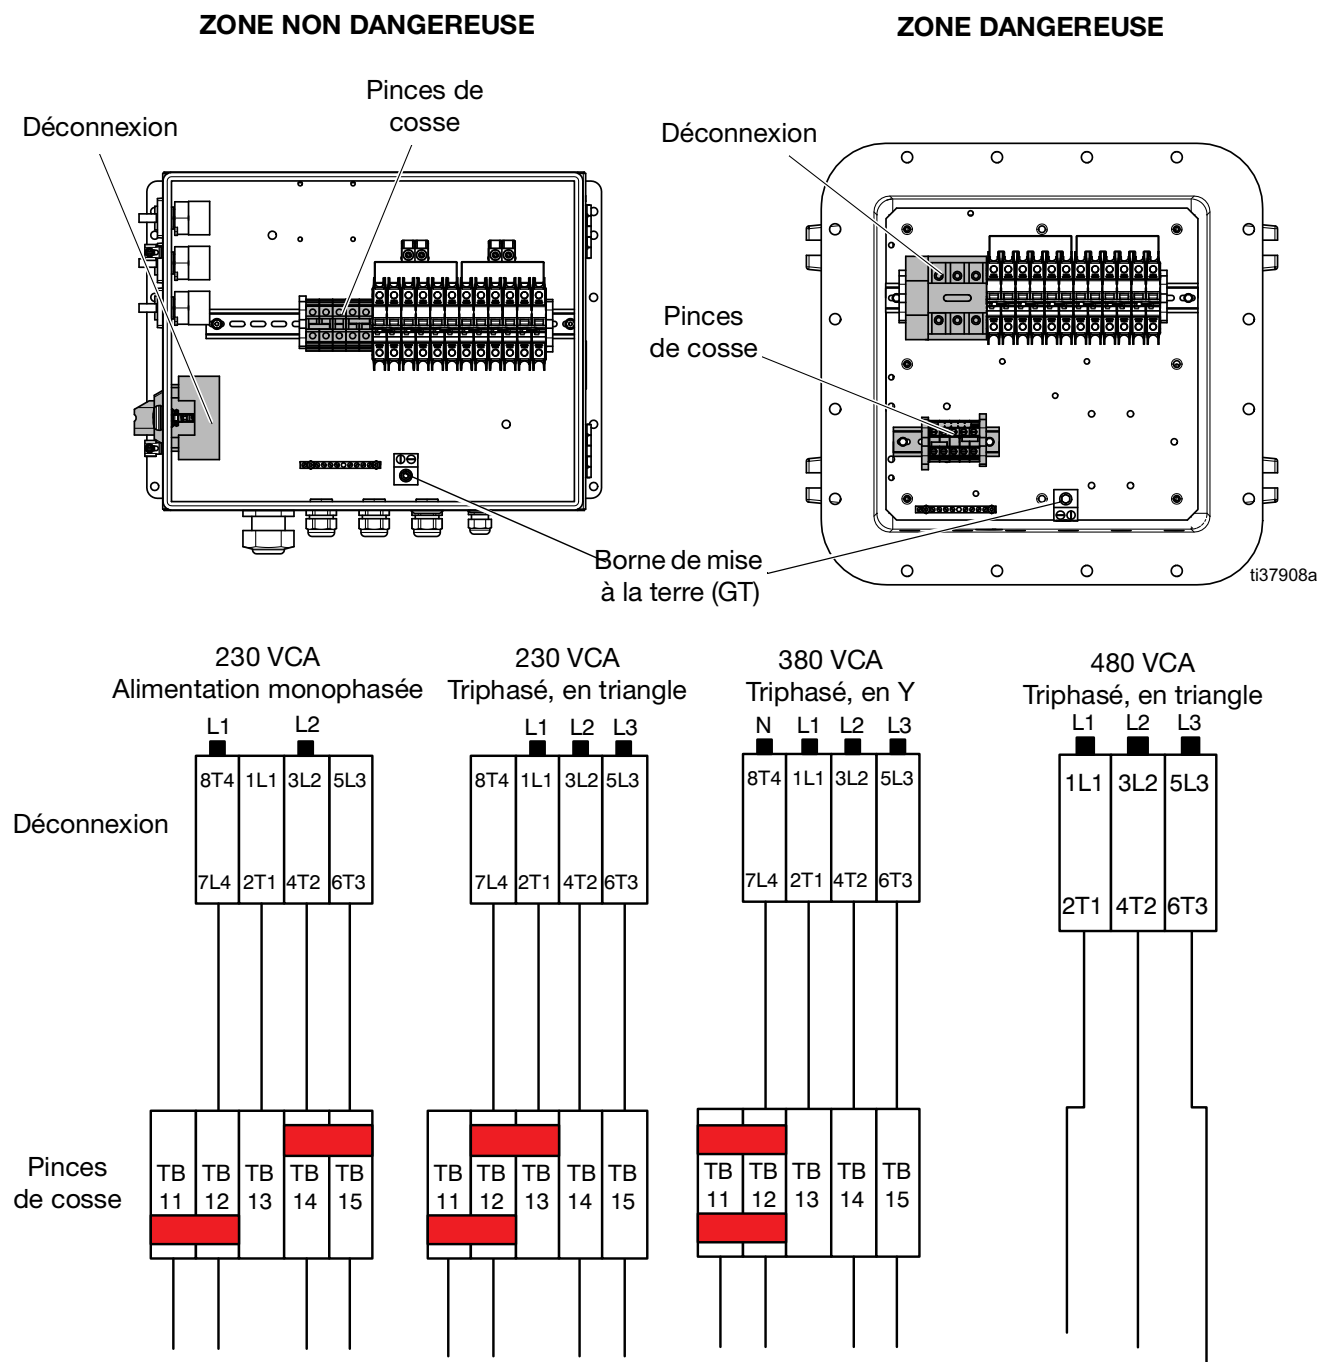

FIG. 7 : Schéma de câblage XM
4. Raccorder le fil de terre à la borne de terre (GT). Voir la FIG. 7, page 30.
5. Raccorder le cordon d'alimentation sur le sectionneur comme indiqué sur la FIG. 7, page 30. Serrer les conducteurs à 55 po-lb (6,2 N•m). Tirer doucement sur tous les raccords pour vérifier qu'ils sont bien attachés.
7. Installer les cavaliers de borne fournis dans les positions indiquées sur la FIG. 7, page 30.
8. Vérifier que tous les éléments sont correctement raccordés sur la FIG. 7, page 30, puis fermer la porte du boîtier de raccordement.